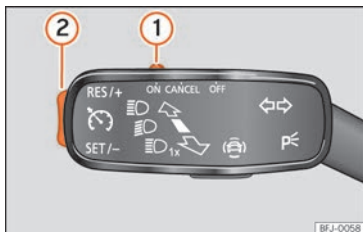

Abb. 179 Am Blinkerhebel: Bedienelemente zur Bedienung der GRA.
- Schieben Sie den Schalter »» **Abb. 179 ①** bis **ON**.
- Drücken Sie die Taste »» **Abb. 179 ②** im Bereich **SET/-**.
- Schieben Sie den Schalter »» **Abb. 179 ①** bis **CANCEL** oder treten Sie auf die Bremse.
- Drücken Sie die Taste »» **Abb. 179 ②** im Bereich **RES/+**.
Während der GRA-Regulierung kann die gespeicherte Geschwindigkeit mit der Taste »» **Abb. 179 ②** eingestellt werden:
- Um in Schritten von 1 km/h [1 mph] zu erhöhen, drücken Sie kurz die Taste »» **Abb. 179 ②** im Bereich **RES/+**.
- Um die Geschwindigkeit kontinuierlich zu erhöhen, halten Sie die Taste »» **Abb. 179 ②** im Bereich **RES/+** gedrückt.
- Um in Schritten von 1 km/h [1 mph] zu reduzieren, drücken Sie kurz die Taste »» **Abb. 179 ②** im Bereich **SET/-**.
- Um die Geschwindigkeit kontinuierlich zu verringern, halten Sie die Taste »» **Abb. 179 ②** im Bereich **SET/-** gedrückt.
- Schieben Sie die Taste »» **Abb. 179 ①** auf **OFF**.